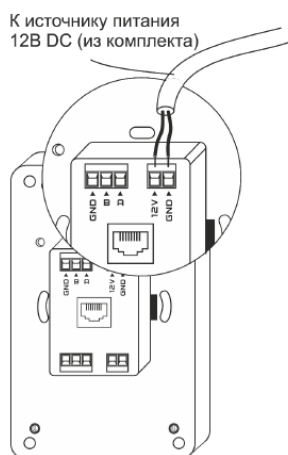
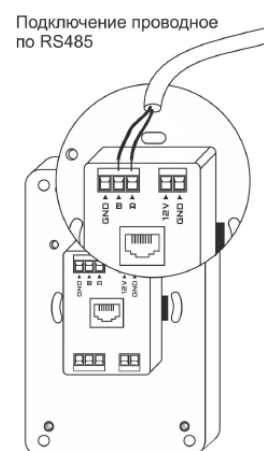

Рис.13
Рис.14
Подключить питание панели, соблюдая полярность +12В и GND от комплектного блока питания на соответствующие клеммы панели (см. рис. 13).
Управление происходит по интерфейсу RS485, протокол Modbus RTU. Необходимо подключить контроллер автоматики к панели кабелем типа «витая пара» на клеммы A, B, GND. Отдельно подать питание +12В и GND с блока питания (из комплекта или другого стабилизированного источника питания 12В с током не менее 1А) на клеммы подключения питания (см. рис. 14).
4. Подключить панель управления согласно выбранному типу подключения и схеме подключения (см. рис.13 или рис.14).
4. Подключить панель управления согласно выбранному типу и схемы подключения (см. рис.13 или рис.14).
5. Подключить панель управления согласно выбранному типу и схемы подключения (см. рис.13 или рис.14).